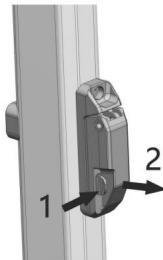
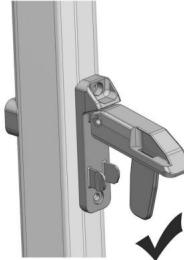

Figure D1
Figure D2
4.1.1 Ouvrir le verrou de sécurité situé au milieu des tiges de support des deux côtés (appuyez et tirez, Figure D1) et desserrez la vis de la tige de tension (Figure D2).